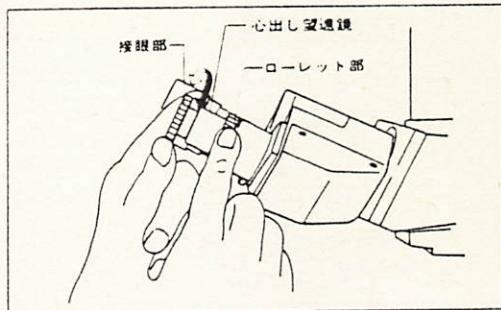

図22
- 4) 心出し望遠鏡のローレット部を押さえ、接眼部を回し、対物レンズの位相差リングにピントを合わせます。 (図22)